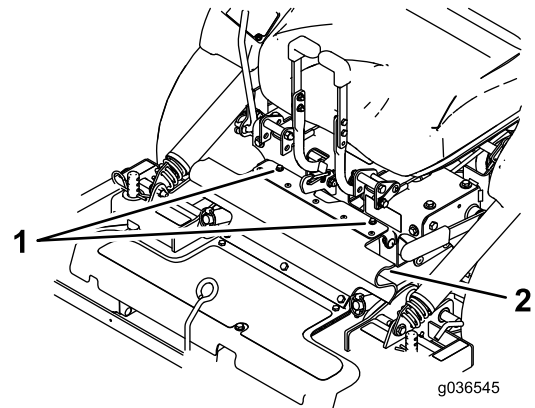

Bild 10
3. Lösen Sie die Schrauben, mit den die Schutzvorrichtung befestigt ist (Bild 10).